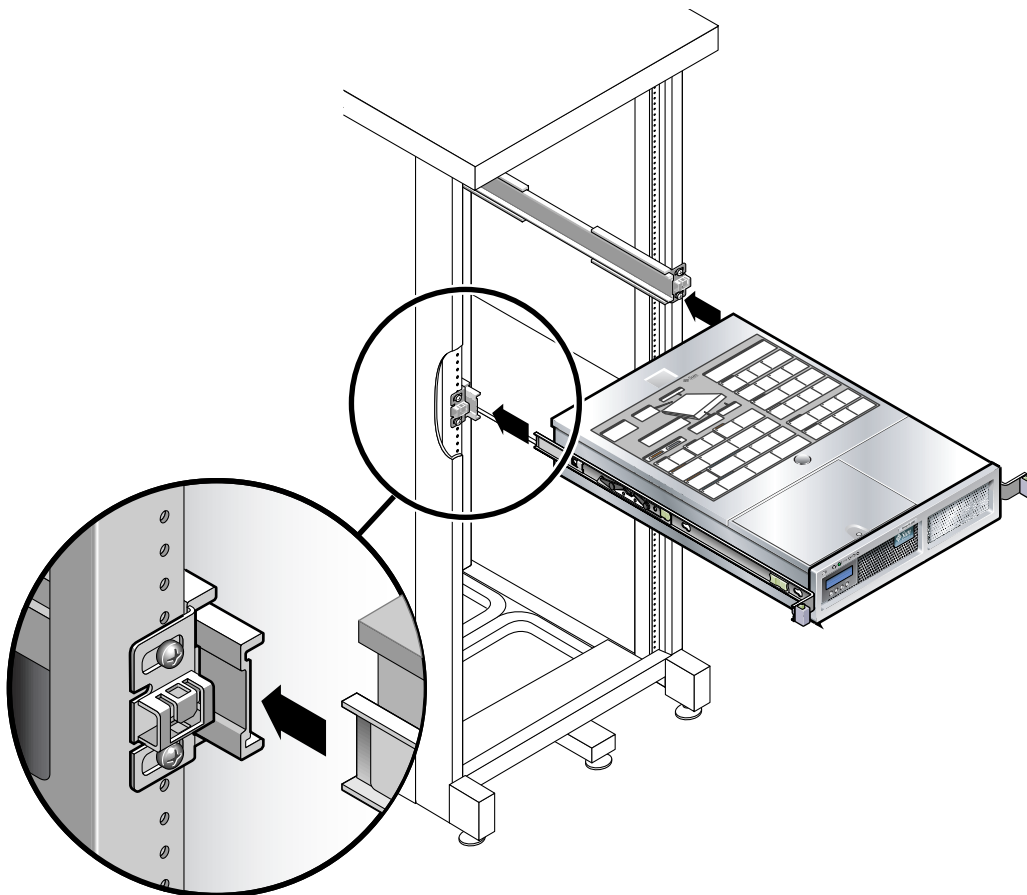

FIGURA 2-17 Montaje del chasis en las guías deslizantes
10. Inserte los extremos de los soportes en las guías deslizantes (FIGURA 2-17).